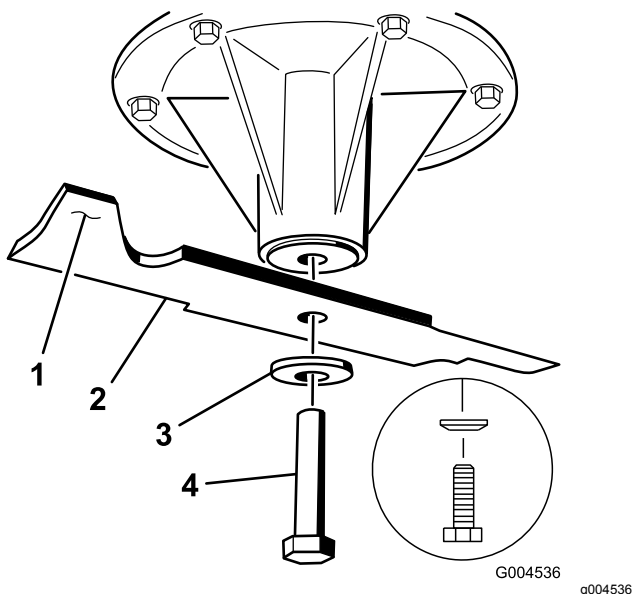

Figura 101
1. Instale la cuchilla en el eje (Figura 101).
2. Instale la arandela curva y el perno de la cuchilla (Figura 101).
Nota: La parte curva de la arandela debe estar orientada hacia la cabeza del perno (Figura 101).